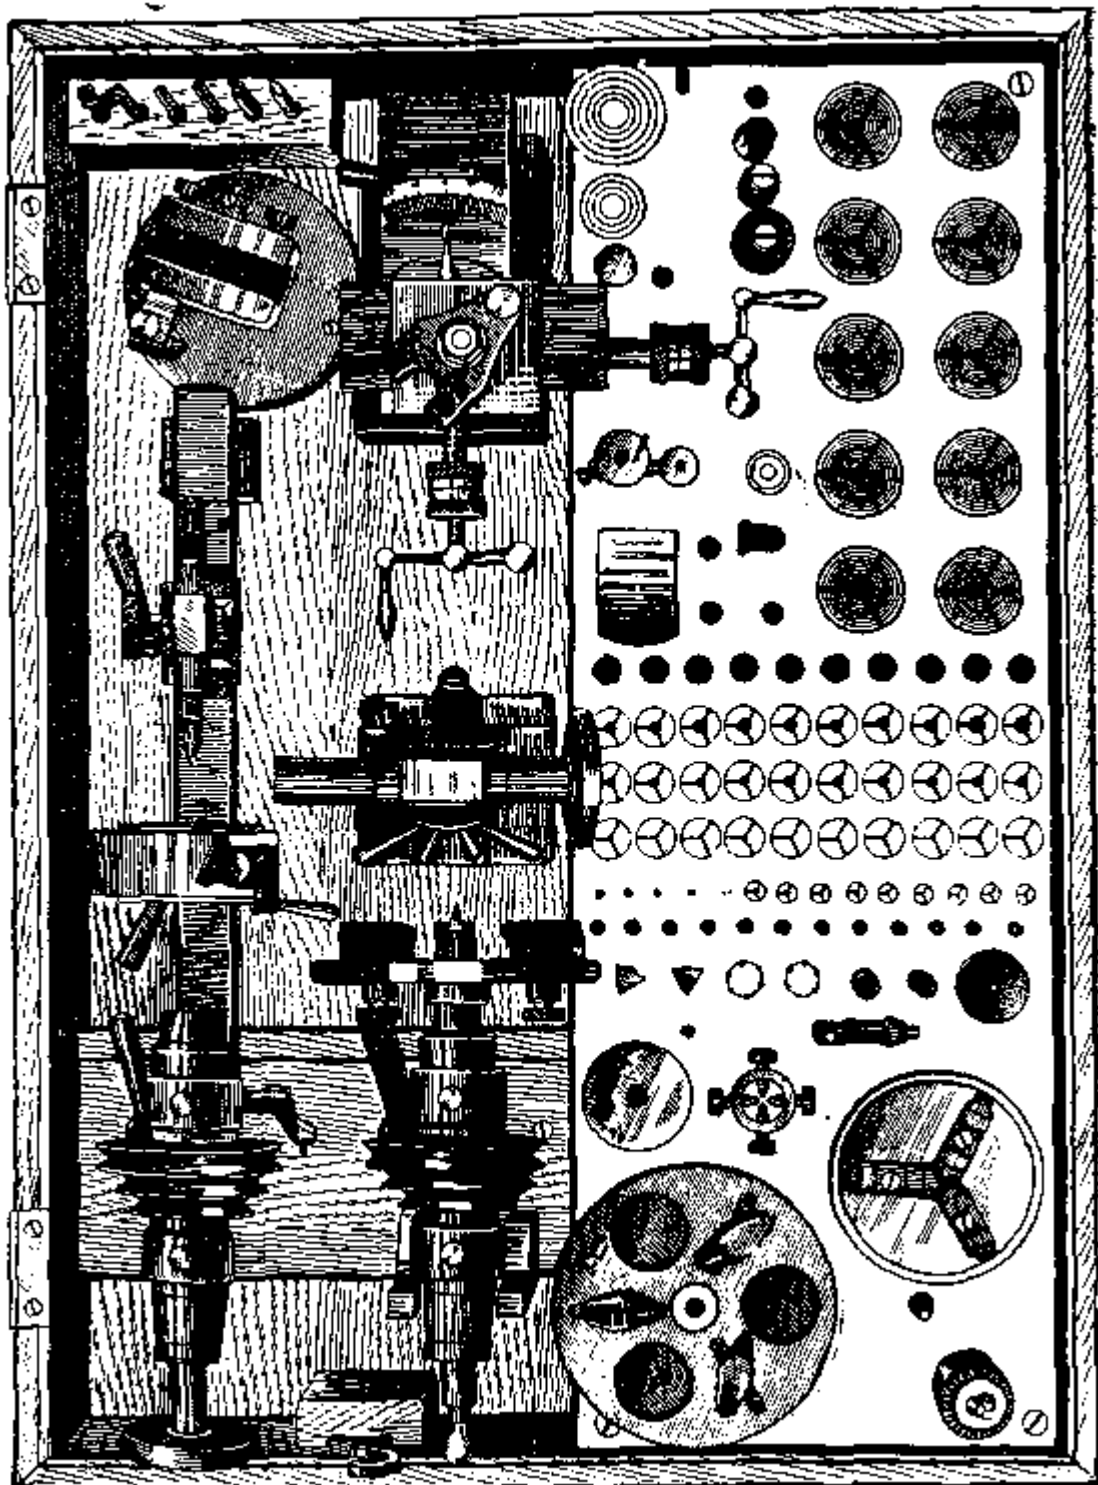

Рис. 44. Токарный станок с принадлежностями
1. Товарный станок типа С-95 или типа Шаублин-90 со всеми принадлежностями к нему (патроны, цанги, оправки, приспособления) (рис. 44).